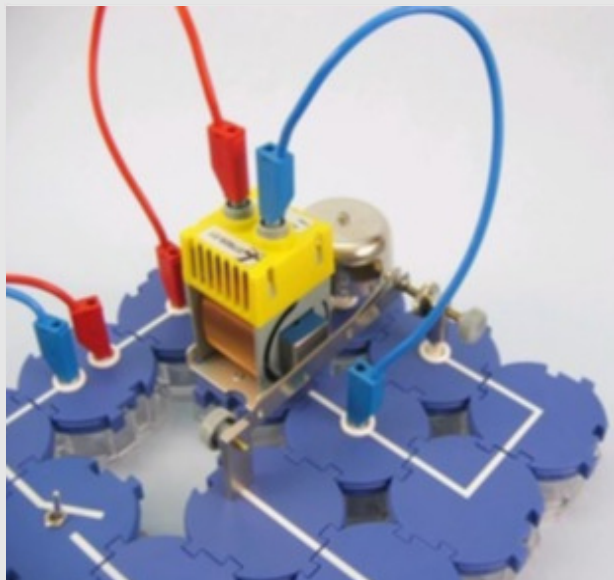

Рис. 3
- Помістіть котушку на тримач котушки, вставте залізне осердя (ярмо), а потім підключіть котушку за допомогою провідників до з'єднувальних модулів (кутових з роз'ємом або прямих з роз'ємом) поруч з котушкою, як показано на рис. 3.